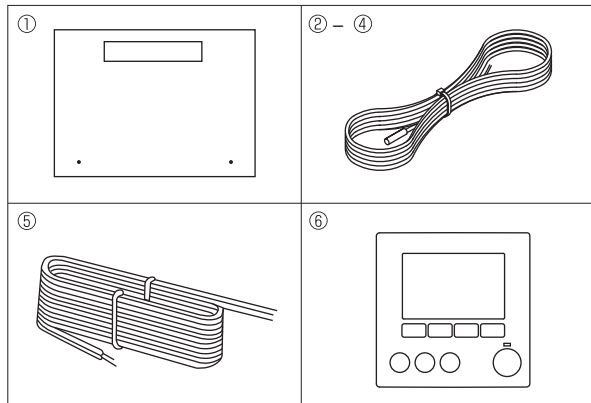

Рис. 2.1.1
2.1. Список частей (Рис. 2.1.1)